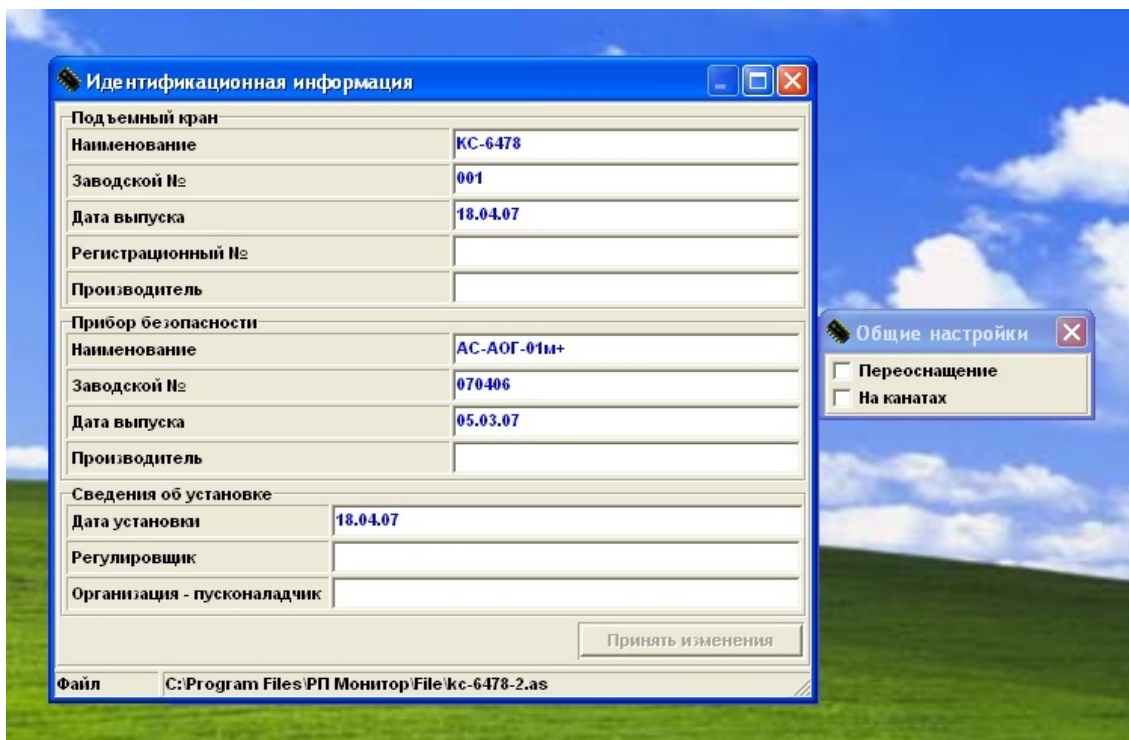
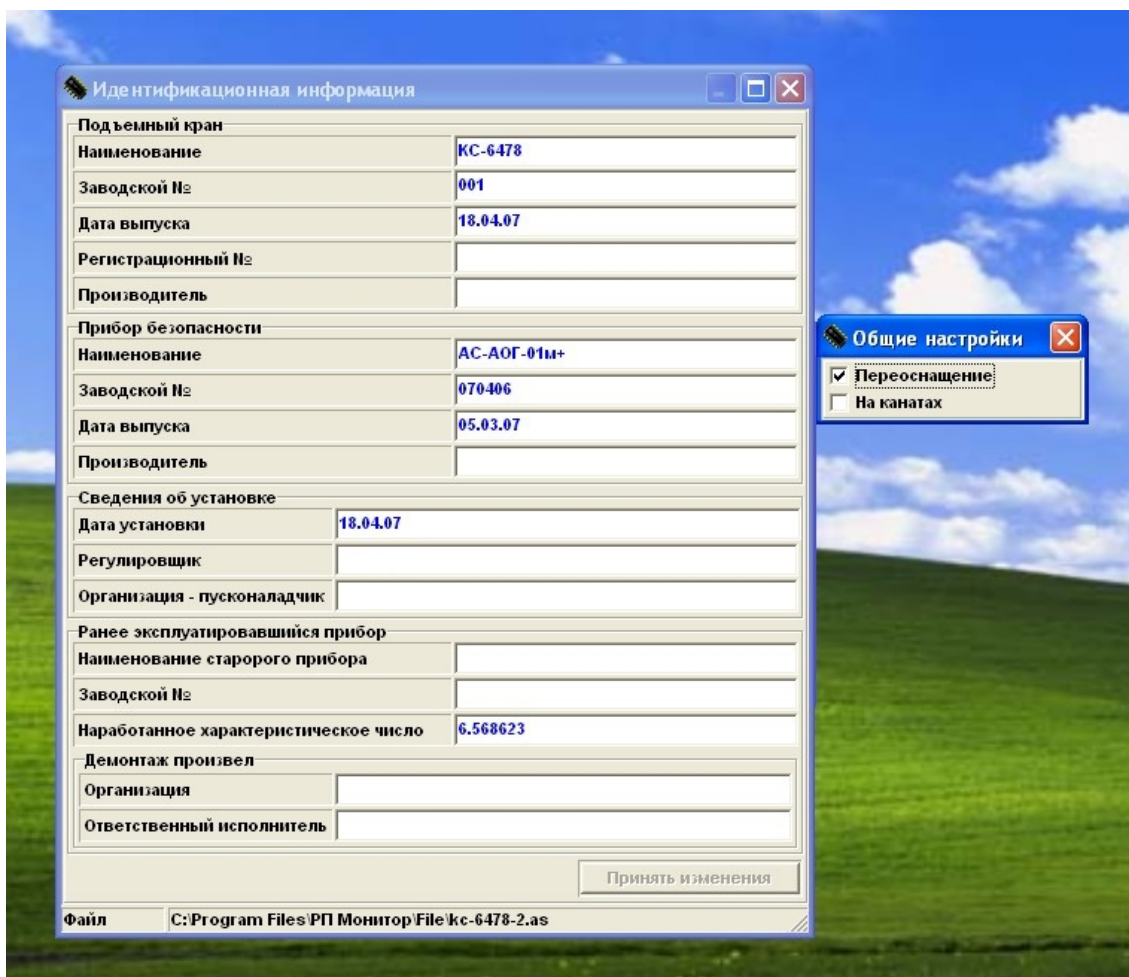

Рис. 7. Идентификационная информация для первой установки
Рис. 8. Идентификационная информация для переоснащения
В зависимости от выбранного Вами в предыдущем пункте характера работы, появится окно "Идентификационная информация", либо для впервые устанавливаемого прибора, Рис.7, либо для прибора, устанавливаемого взамен ранее эксплуатировавшегося, Рис.8.
- идентификационная информация, Рис.7 или Рис.8 в зависимости от выбранного характера выполняемых работ;